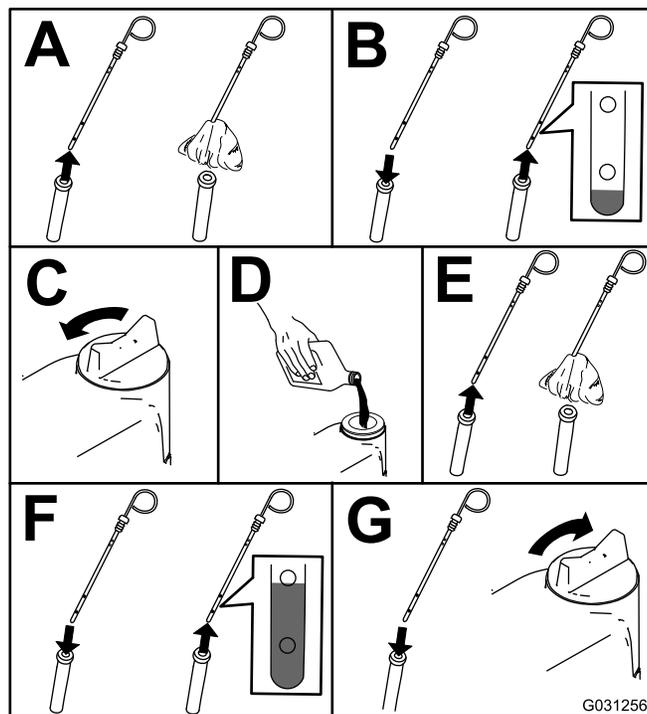

Figura 74
2. Controllate il livello dell'olio motore (Figura 74).